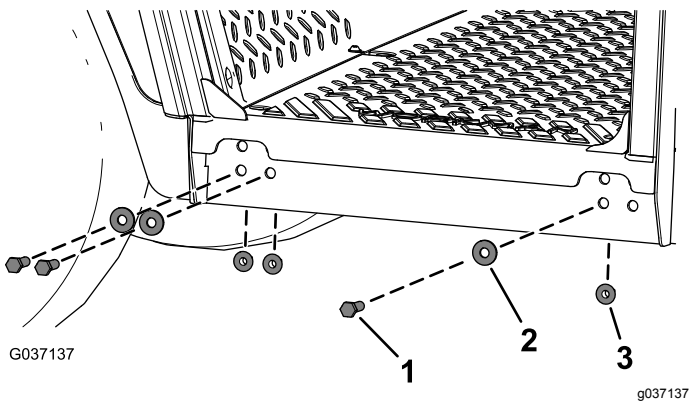

Figure 12
- Fixez les côtés du cadre de cabine à la machine à l'aide de 6 boulons à tête hexagonale ($\frac{3}{8}$ " x $1\frac{1}{4}$ "), 6 rondelles ($\frac{3}{8}$ ") et 6 écrous à embase ($\frac{3}{8}$ "), comme montré à la Figure 12.